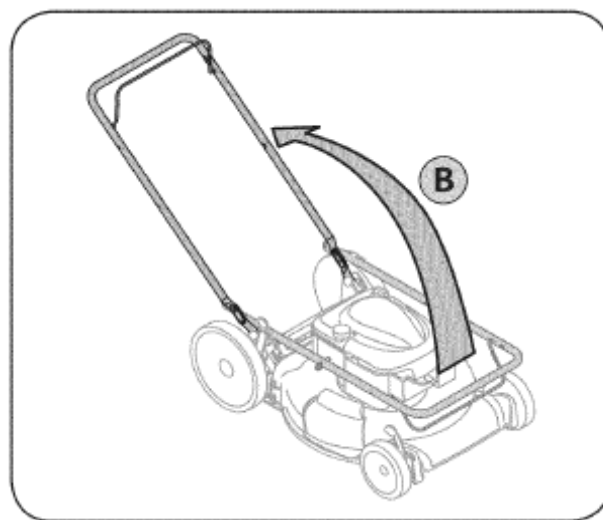

РИС. 2
- В. Обеспечив устойчивость газонокосилки, поверните верхнюю рукоятку, как показано на Рис. 2. Не перекручивайте трос.